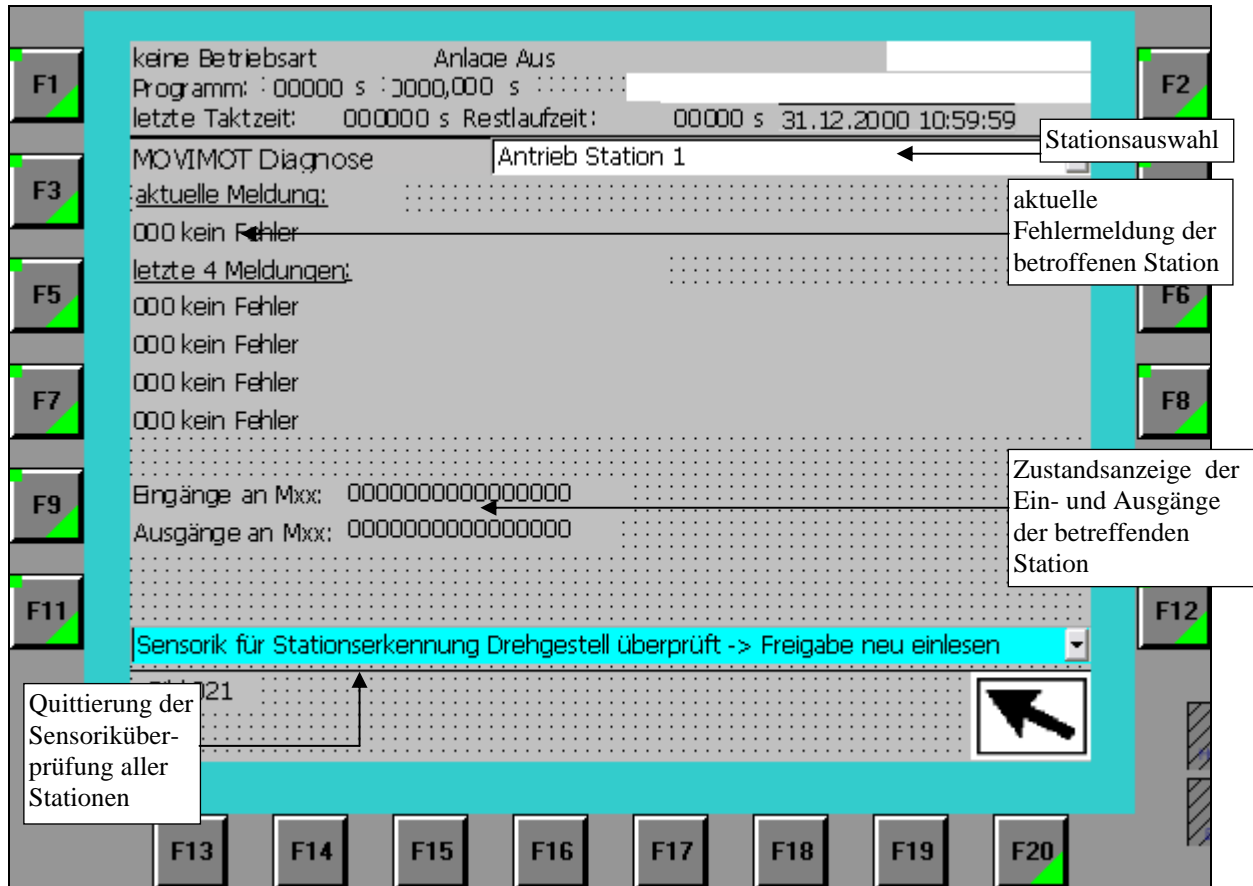

Bild 12.3
- Funktionstaste **K15** und danach **F7** betätigen, es erscheint unten stehendes Bild 12.3.
- Über die Stationsauswahl (siehe Bild 12.3) wird die betroffene Station aufgerufen, dazu geht man mit dem Cursor auf das Eingabefeld, betätigt ENTER und wählt die entsprechende Station mit Hilfe der Pfeiltasten.
- Nach Behebung der Störung muss diese im Bild MOVIMOT-Diagnose quittiert werden, dazu geht man mit dem Cursor auf die unter Eingabenleiste (siehe Bild 12.3), betätigt **ENTER** und wählt die Zeile „Quittierung Sensorik für Stationserkennung Drehgestell überprüft“ an und bestätigt ebenfalls mit **ENTER** .